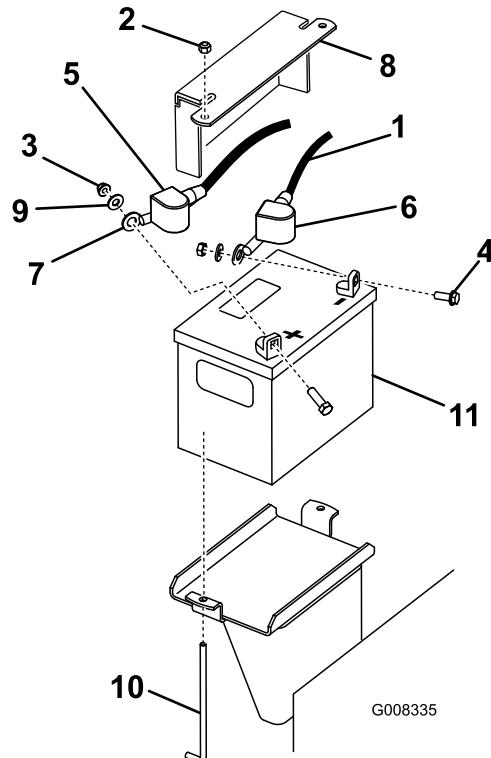

Figure 37
3. Enlevez le capuchon en caoutchouc noir qui protège le câble négatif. Débranchez le câble négatif de la borne négative (-) de la batterie (Figure 37).
4. Enlevez le capuchon rouge de la borne positive (rouge) de la batterie et débranchez le câble positif (rouge) de la batterie (Figure 37).
5. Enlevez la plaque de maintien, les boulons en J et les contre-écrous de fixation de la batterie (Figure 37) et retirez la batterie.
1. Branchez le câble positif (rouge) de la batterie à la borne positive (rouge) au moyen des fixations retirées précédemment (Figure 37).
3. Branchez le câble négatif de la batterie à la borne négative (noir) au moyen des fixations retirées précédemment (Figure 37).
4. Fixez la batterie au moyen de la barre et des écrous à oreilles (Figure 37).